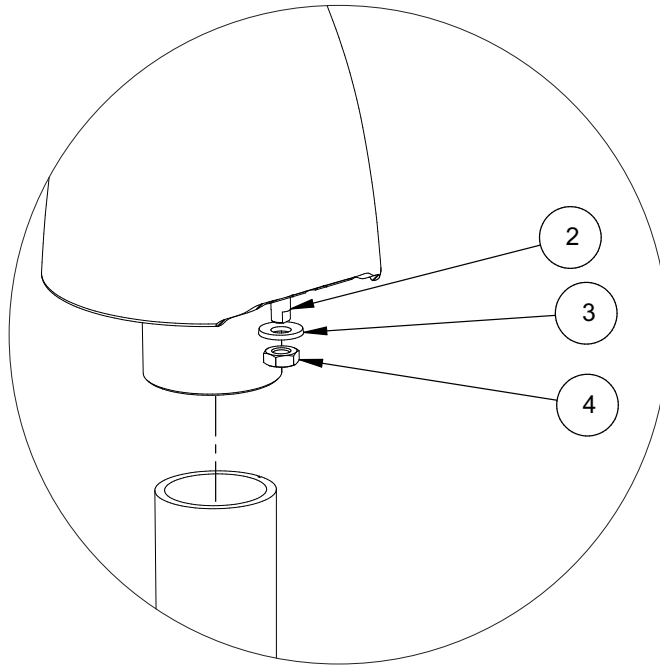

Abbildung 8.5: Erdungsklemmen-Baugruppe
1. Entfernen Sie die Mutter (Pos. 4 in Abb. 8.5) und die Sicherungsscheibe (Pos. 3 in Abb. 8.5).
2. Setzen Sie die Ringklemme auf die Erdungsschraube (Pos. 2 in Abb. 8.5).
3. Setzen Sie zunächst die Sicherungsscheibe (Pos. 3 in Abb. 8.5) auf den Erdungsbolzen (Pos. 2 in Abb. 8.5) und schrauben Sie dann die M8-Mutter (Pos. 4 in Abb. 8.5) auf das Gewinde des Erdungsbolzens.
4. Ziehen Sie die Mutter (Pos. 4 in Abb. 8.5) mit einem maximalen Drehmoment von **6 Nm** fest.